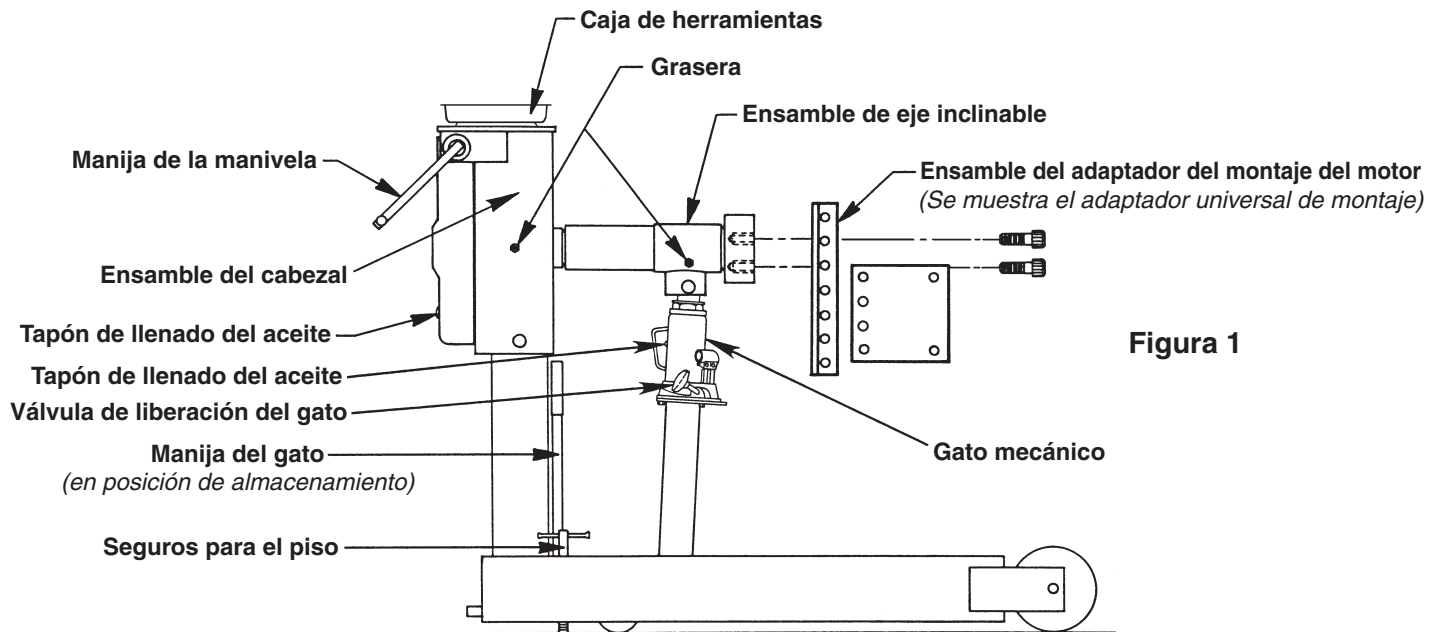

Figura 1
6. Eleve el ensamble del gato mecánico y cácelo en el soporte de montaje ubicado debajo del ensamble del eje inclinable. Inserte una clavija (15) y asegúrela en el lugar con un anillo retenedor (3).
7. Ubique la manija del gato (27) en su posición de almacenamiento en el soporte de reparación como se muestra en la Figura 1.
8. Ajuste el collarín (5) hasta que esté ajustado contra el buje en el ensamble del tubo (2). Gire hacia atrás el collarín 1/8 de vuelta y ajuste el tornillo de fijación (4).
9. Si se incluyó un adaptador de montaje de motor, fíjelo al eje inclinable como se muestra en la Figura 1. Aplique torque a los pernos a 610 N•m (450 ft. lbs.).